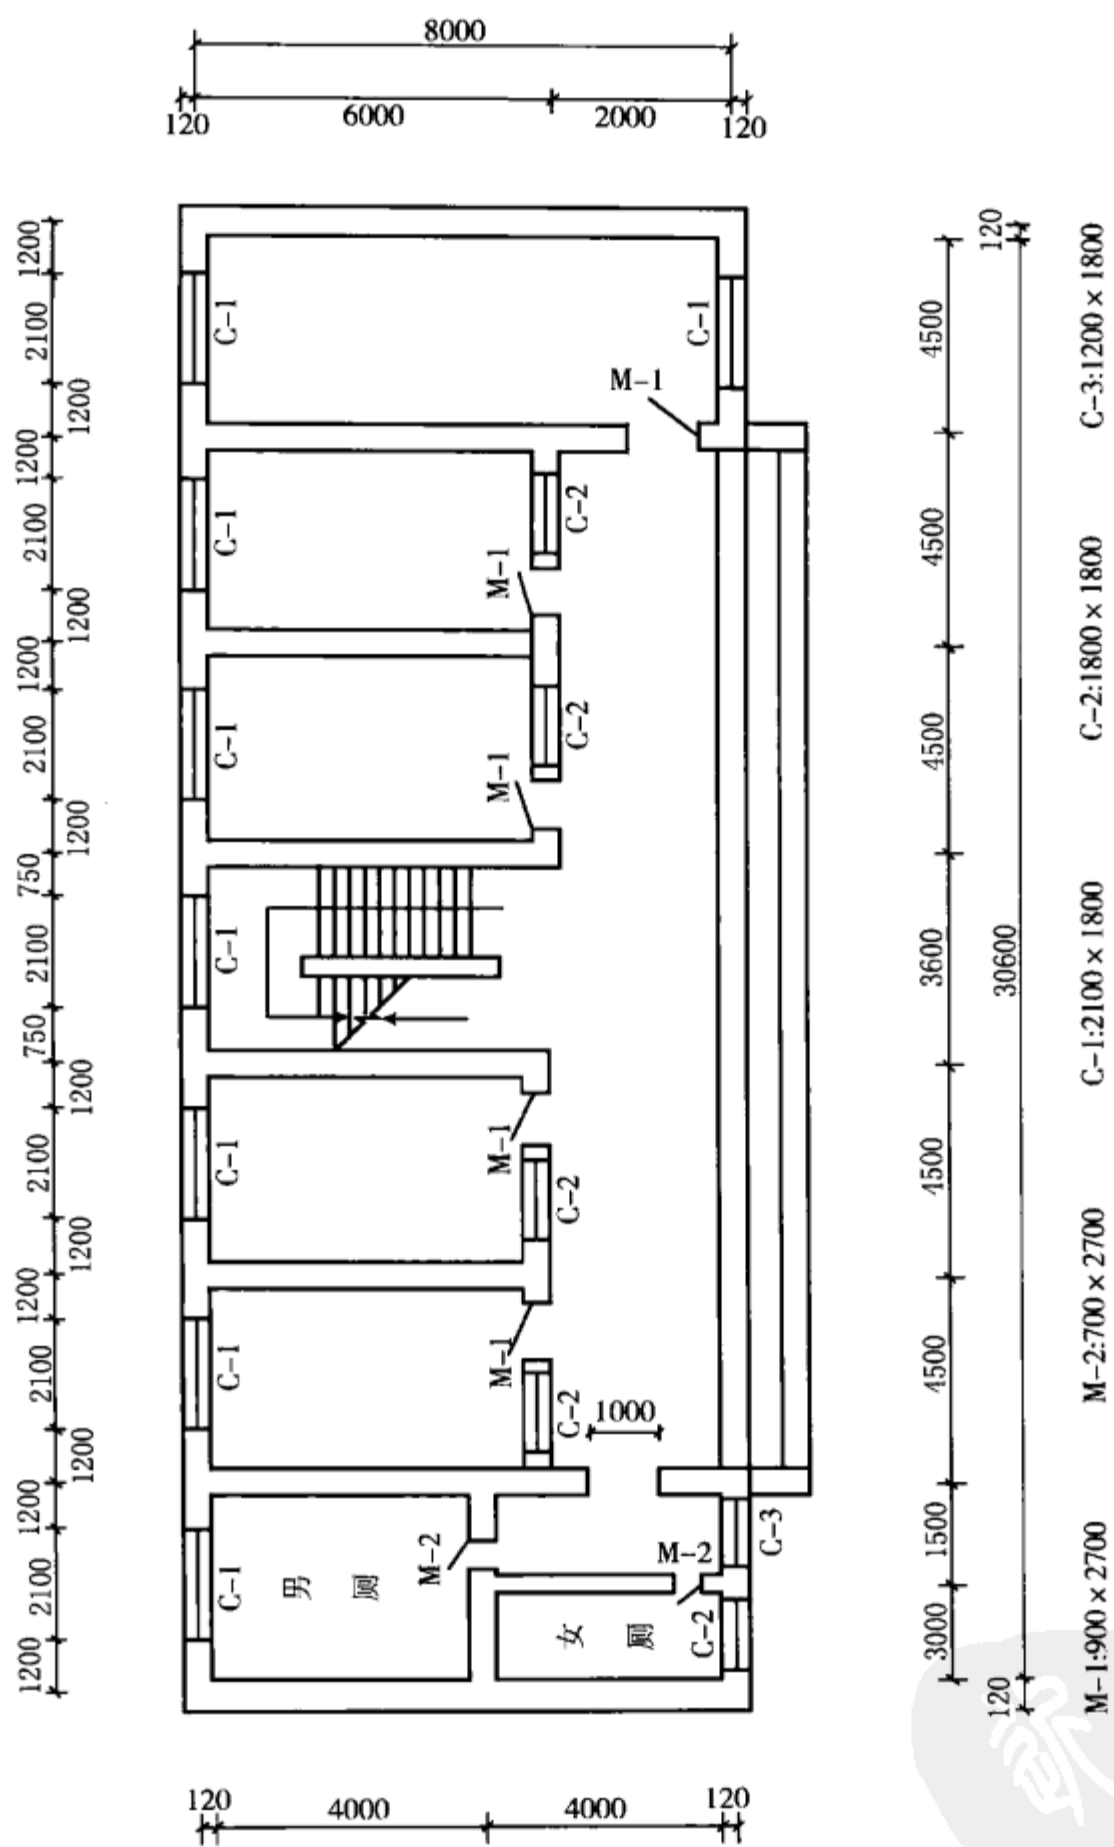

图2-6 一层平面图
**【例 6】** 求如图 2-6 所示一层房间内墙石灰砂浆中级抹灰(卫生间、楼梯间除外)的工程量(其中层高为 3000mm)。
**【解】** (1) 定额工程量